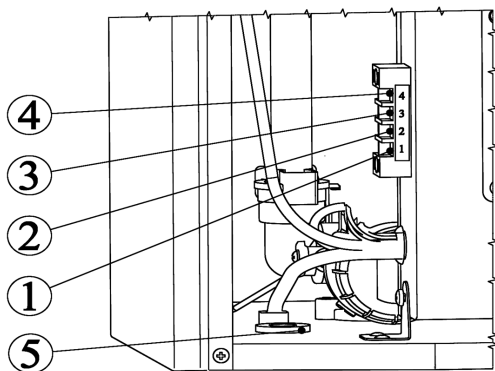

Рис. 8. Подключение дополнительных устройств
- удалить перемычку между клеммами 1 и 2 на колодке блока управления (рисунок 8);
- продеть двухпроводной кабель, идущий от термостата, через проходную муфту 5 в корпусе и подключите его к клеммам 1 и 2 (рисунок 8);
- продеть двухпроводной кабель, идущий от датчика, через проходную муфту 5 в корпусе и подсоедините его к клеммам 3 и 4 (рисунок 8);
- удалить перемычку между клеммами 1 и 2 (рисунок 8);